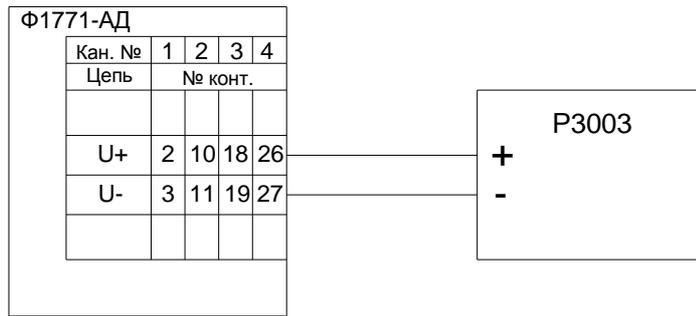
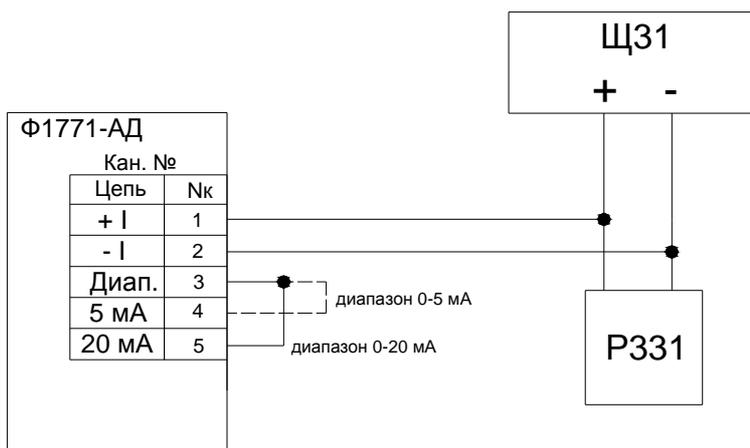

Рисунок 37
Рисунок 42
- 2) выполнить соединения в соответствии со схемами поверки (рисунок 37 – рисунок 42);